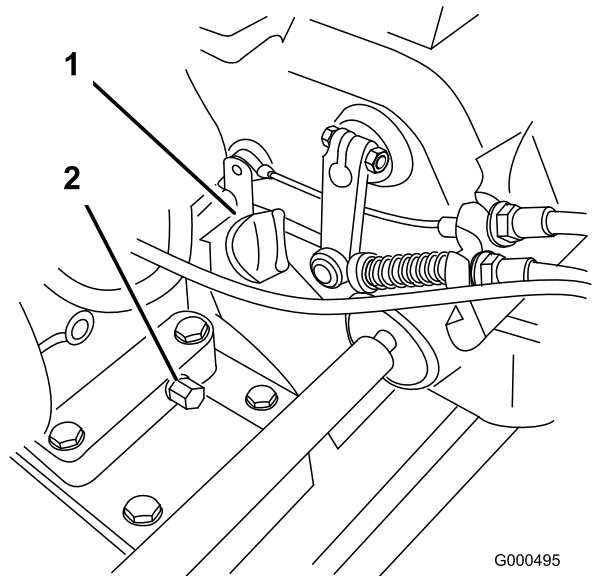

Figure 20
1. Disposez la machine de sorte que le moteur soit de niveau et nettoyez la surface autour de la jauge d'huile (Figure 20).
2. Placez un bac de vidange sous le bouchon de vidange à l'arrière de la machine (Figure 20). Enlevez le bouchon de vidange.